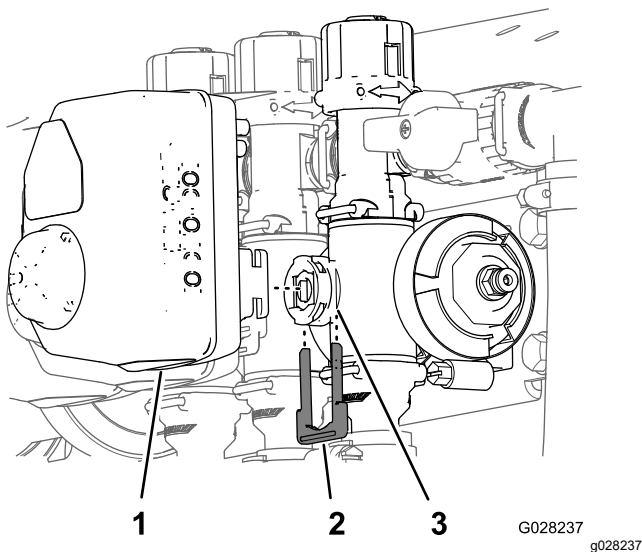

Bild 66
3. Entfernen Sie den Halter, mit dem der Aktuator am Verteilerventil für das Ventil für die Dosierungssteuerung, das Rührwerk, den Hauptabschnitt oder das Abschnittventil befestigt ist (Bild 66).